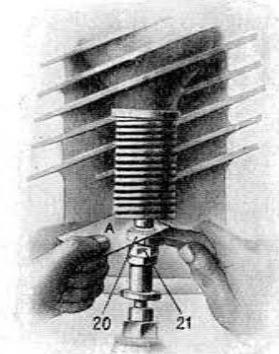

Abb. 43.
Was die Ventile anbetrifft, so kann es vorkommen, daß diese entweder nicht rechtzeitig öffnen und schließen, daher nachzustellen sind, oder sie sind undicht und müssen eingeschliffen werden. Einer fehlerhaften Ventileinstellung an sich ist durch entsprechende Markierung beim Zusammenbau unserer Motore vorgebeugt, demzufolge kann also der erstere Fall nur infolge von Abnutzung oder durch Lockerung der Sicherungsmuttern eintreten. Fehler in dieser Beziehung kann man durch entsprechende Aenderung der Länge der Ventilstößel beseitigen. Vergrößert man den Zwischenraum zwischen Ventilstange und Stößel, so hebt sich das Ventil später und fällt früher auf seinen Sitz zurück; wir vermindern also die Dauer seines Öffnens. Verlängert man dagegen den Ventilstößel, bzw. verkleinert man diesen Zwischenraum über sein zulässiges Maß, so tritt das Umgekehrte ein; in beiden Fällen wird die Leistung des Motors dadurch gestört. Der bei unserer Ventileinstellung korrekte Spielraum zwischen Ventilstößel und Schaft beträgt 0,4 mm. Um diesen Spielraum zu messen, besorgt man ein Stück Blech von passender Dicke und führt es zwischen Stößel und Ventilschaft ein. (Es läßt sich zum Messen auch das kleine am Magnetschraubenschlüssel angenietete Blättchen verwenden, das die richtige Dicke hat und jedem Werkzeugsortiment beigegeben ist.) Man dreht hierbei den Motor von Hand, bis der Kolben des betreffenden Zylinders etwa die höchste Stellung seines Kompressionshubes einnimmt, wobei beide Ventile geschlossen sein müssen, sodaß man den Spielraum genau untersuchen kann. Die entsprechende Kolbenstellung wird leicht dadurch gefunden, daß man nach Abschrauben des Probierhahns (10) Abb. 2 mit einem dünnen und genügend langen Stahlstängchen (Radspeiche) in das Innere des Zylinders fühlt und dabei langsam mit der Hand den Motor vor- und rückwärts dreht. Abb. 43 zeigt, wie man mit der einen Hand das Blech A in den Spielraum einschiebt und nach Lockerung der Sicherungsmutter (21) den Stößel (20) nach oben oder unten verstellt und das Blech gerade so weit festhält, daß es nicht ohne einigen Widerstand fortgezogen werden kann. Ist der Spielraum